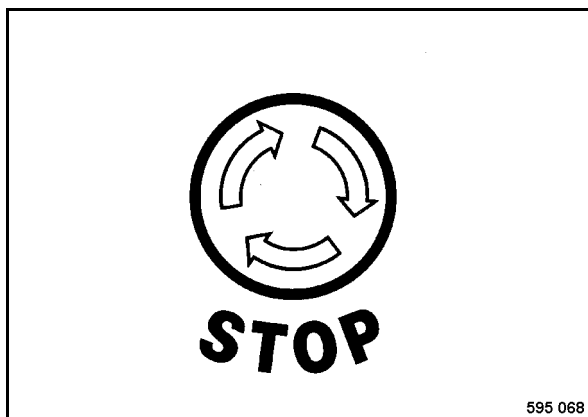

Fig. 113
- Prima della messa in funzione, azionare l'interruttore di arresto d'emergenza (Fig. 113), affinché il motore non parta.